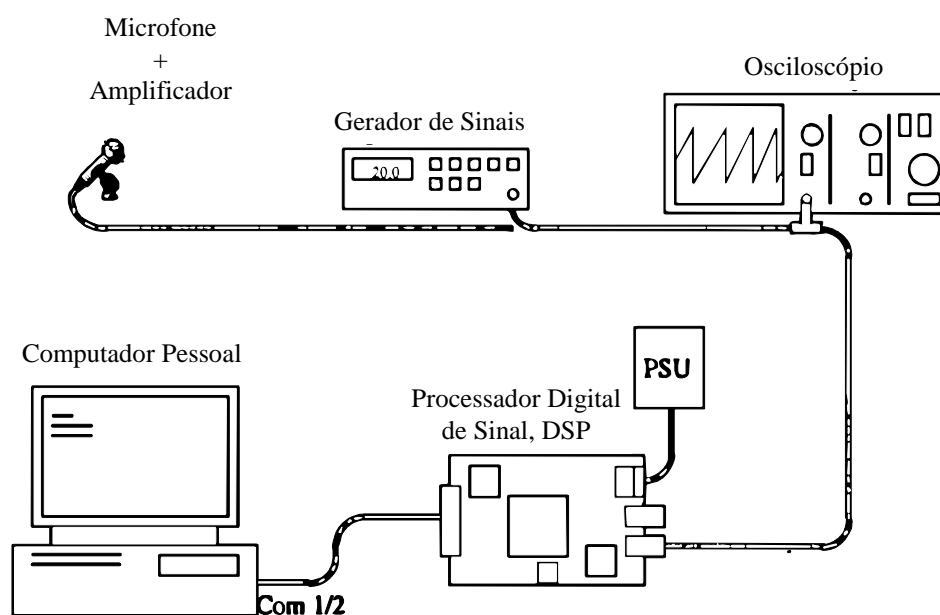

Figura 1 - Esquema da montagem para análise da voz humana no tempo e na frequência e conversão analógico-digital.
- Cabos necessários para assegurar as ligações representadas na Figura 1.
Efectue a montagem indicada na Figura 1. Ligue o microfone ao osciloscópio através de um “T”. Ligue a outra saída do “T” à entrada do DSP. De momento, não ligue o gerador de sinal. Ajuste a *base de tempo* do osciloscópio para 1 ms por divisão. Ajuste a *entrada X* do osciloscópio de forma a obter uma boa visualização do sinal de voz (sugere-se 1 V por divisão).
Efectue a montagem indicada na Figura 1. Ligue o gerador de sinal ao osciloscópio através de um “T”. Ligue a outra saída do “T” à entrada do DSP. Ajuste a *base de tempo* do osciloscópio para 1 ms por divisão. Ajuste a *entrada X* do osciloscópio para 1 V por divisão. No gerador de sinais, seleccione um sinal sinusoidal e ajuste a sua amplitude para 5 V pico a pico e a sua frequência para cerca de 200 Hz. Verifique que o sinal é facilmente visualizado no osciloscópio e tem componente DC nula (sinal AC).